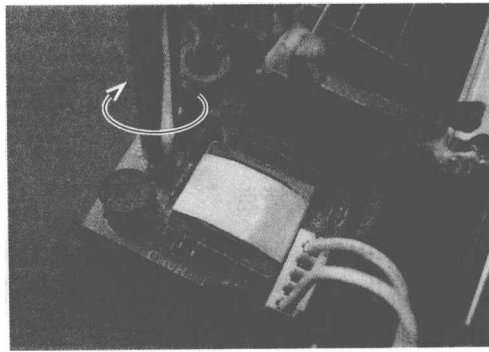

图 1-21 取下曝光灯高压电路螺钉
(19) 扫描系统上的曝光灯电路由 1 个螺钉固定, 拆卸时, 需要将螺钉取下来, 如图 1-21 所示。